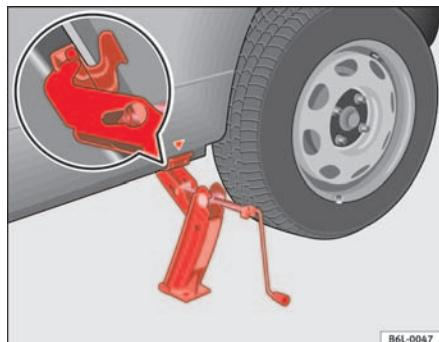

Fig. 133 Colocación del gato
- Posicione el gato de modo que su garra envuelva el nervio del larguero inferior y que la placa base móvil se apoye plana sobre el suelo ⇒ fig. 133.